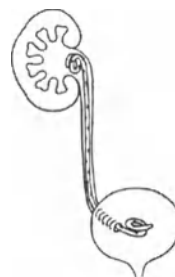

Fig. 2
4. Полностью удалите толкатель и проводник (Рис. 2).